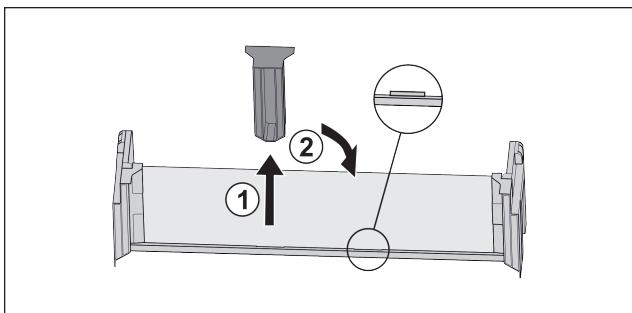

Fig. 103
- Снимите среднюю поддерживающую деталь Fig. 103 (1).
- Вставьте среднюю поддерживающую деталь во вторую позицию Fig. 103 (2).